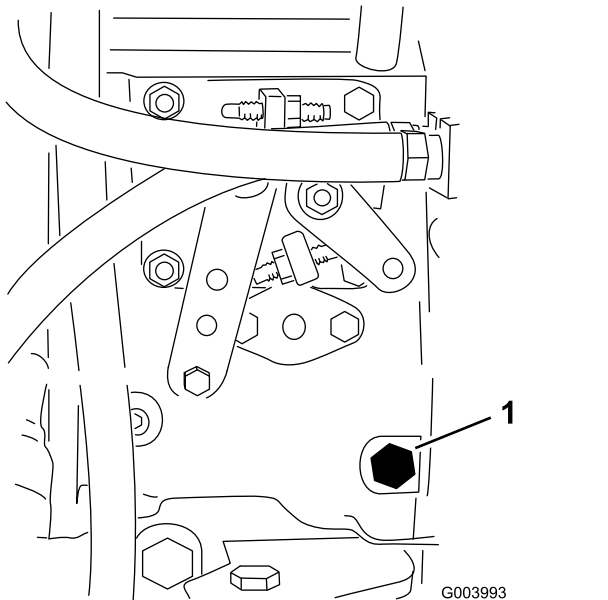

Рисунок 35
- С помощью динамометрического ключа 12 мм выверните винт для продувки из топливного насоса (Рисунок 35).